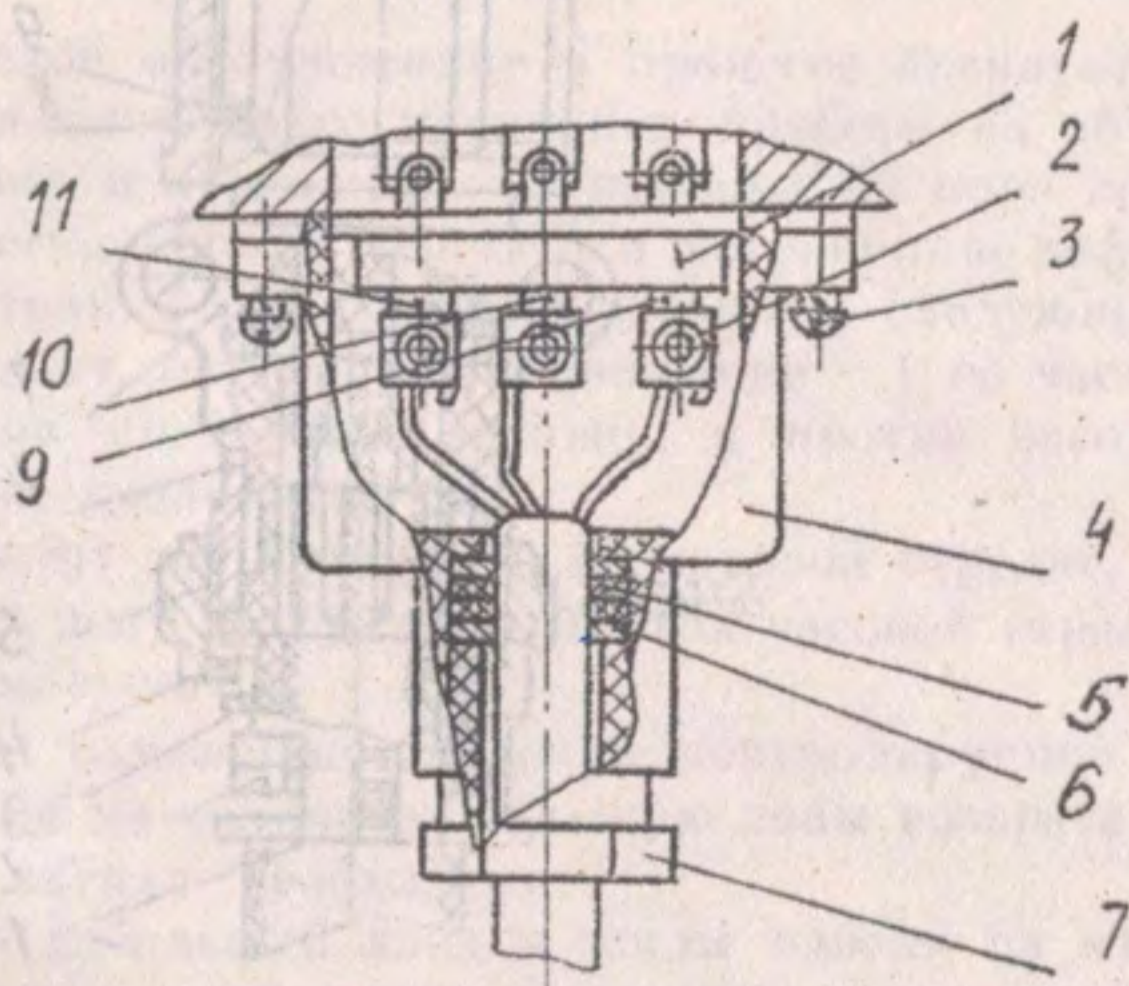

Рис. 2. Подсоединение электрического кабеля к прибору с сальниковым электрическим вводом
- 1) отвернуть четыре винта 3 (рис.2) и снять колпачок 4;